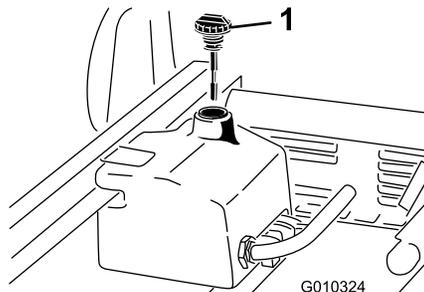

図 72
4. 油圧オイルタンクの注油口周辺をきれいに拭き、キャップを外す 図 72。